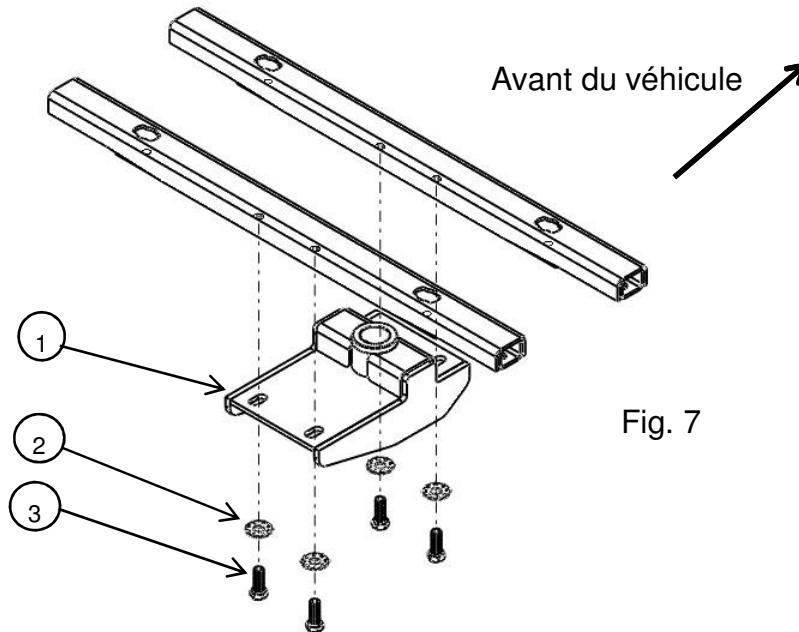

Fig. 7
3. Placer l'attelage col-de-cygne REESE® Elite™ sous la camionnette (comme illustré à la figure 7) et glisser en place les boulons hexagonaux 3/4 po (3) et les rondelles coniques 3/4 po (2) dans les fentes de la section centrale de l'attelage col-de-cygne (1).